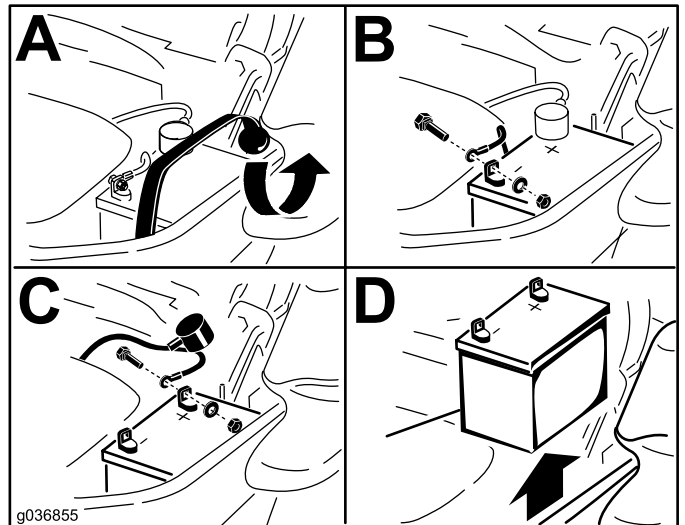

Figura 50
3. Retire la batería según se muestra en la Figura 50.
4. Fije los cables con 2 pernos, 2 arandelas, y 2 contratueras (Figura 50).
6. Fije la batería con la correa de goma (Figura 50).
1. Coloque la batería en la bandeja, con los bornes frente al depósito de aceite hidráulico (Figura 50).